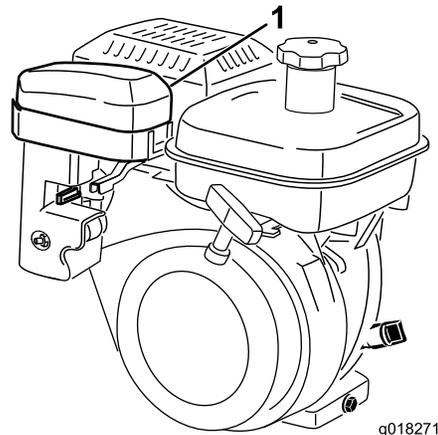
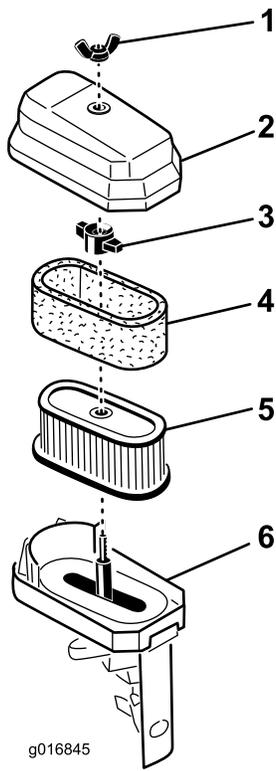

图36
图37
3. 清洁盖子（图36 和图37）。
4. 如果泡沫滤芯变脏，请将其从纸质滤芯中取出（图37）。按照以下方式清洁。